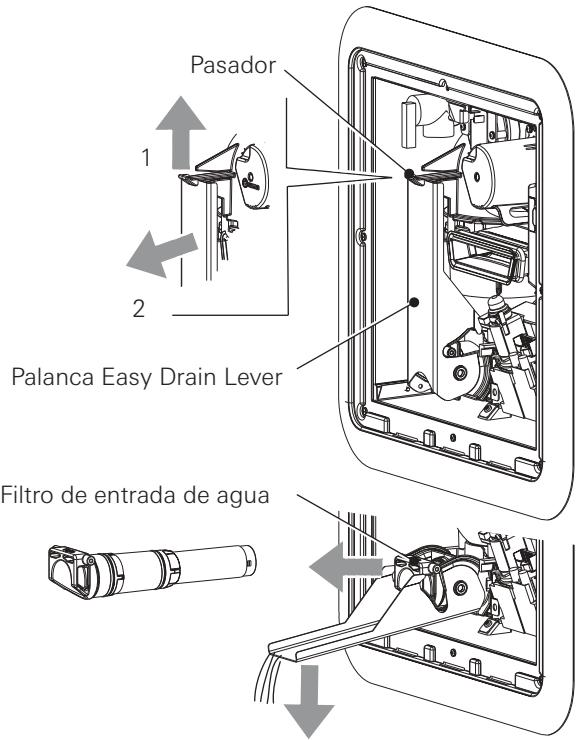

Fig. 4a
5. Retire el filtro de entrada de agua como se muestra en la Fig. 4a y límpielo con agua potable.